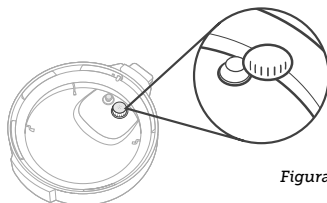

Figura 10.2
- a. Retire el escudo antibloqueo agarrándolo por ambos lados y tirando de él hacia arriba. **[Figura 10.2]**